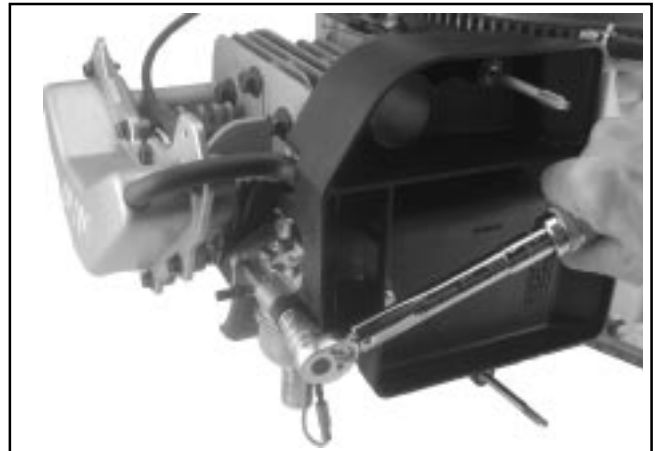

Figure 10-62. Serrage des fixations du filtre à air.
- c. Serrer le ou les écrous au couple de **5,5 Nm (48 in. lb.)**. Serrer la vis au couple de **8,0 Nm (70 in. lb.)** dans un trou neuf ou au couple de **5,5 Nm (48 in. lb.)** si le trou a déjà été utilisé. **Ne pas serrer trop fort.** Voir la Figure 10-62. La vis M6 de la butée supérieure ne doit être montée que lorsque le carter du ventilateur est mis en place.